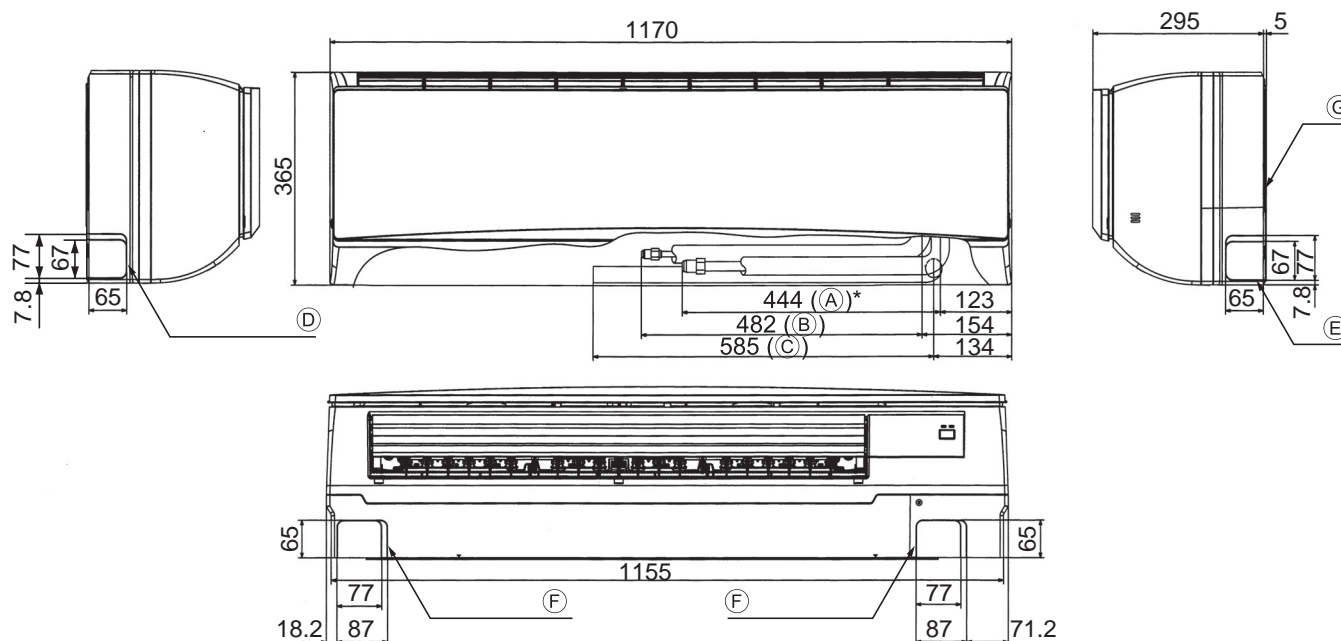

Рис. 4-2
4.2. Выбор расположения труб хладагента и дренажных труб (Рис. 4-2)
- Г) Монтажная плита ①